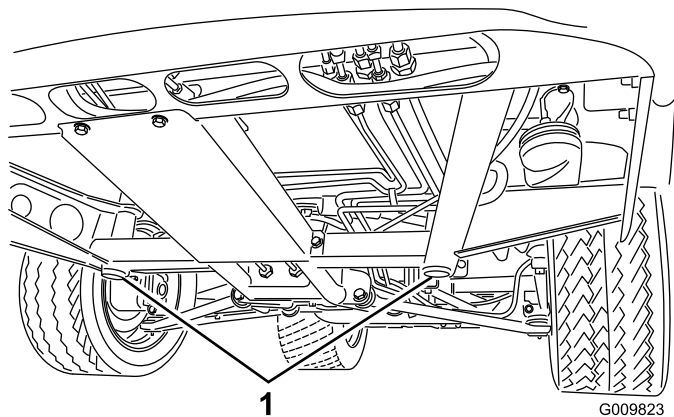
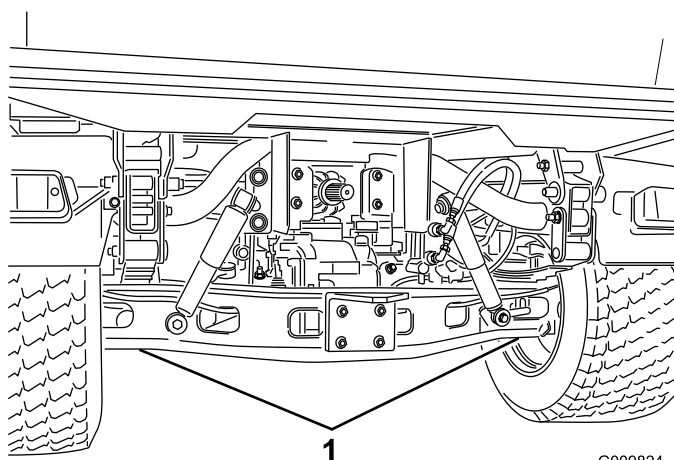

Рисунок 38
Рисунок 39
- Точка подъема на домкрате передней стороны автомобиля находится под передней средней рамной опорой (Рисунок 38), а сзади - под осью (Рисунок 39).